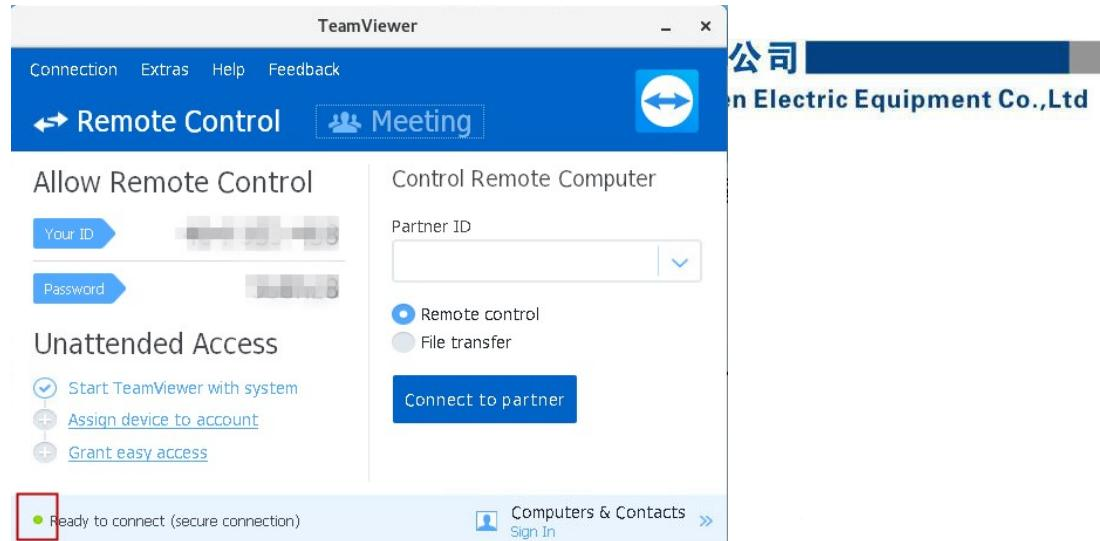

图 6-4
- 2) 连上外网后，检查远程协助软件 Teamviewe 是否正常工作，如果 Teamviewer 无法正常工作，尝试关闭程序并重新打开。如未成功，请重启计算机再次尝试。Teamviewer 界面显示绿点说明运行正常，如图 6-4 所示。